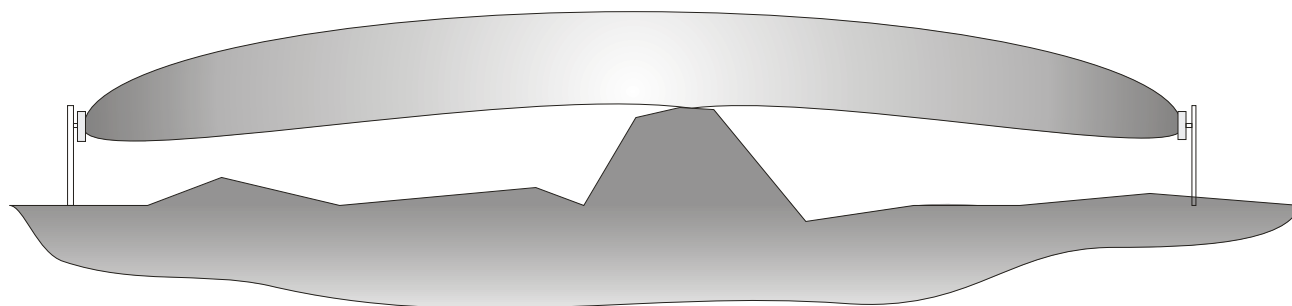

Рис. 10.1
10.1.1 Участок между БПРД и БПРМ изделия должен удовлетворять следующим требованиям: а) поверхность участка должна быть выровнена с точностью  $\pm 0,3$  м на отрезке рубежа, где зона обнаружения соприкасается с поверхностью земли. При больших положительных отклонениях верхние кромки препятствий могут образовывать достаточно мощные вторичные источники радиоволн или вообще экранировать БПРМ от БПРД (в отсутствии прямой видимости) и при наличии ослабленного сигнала соответственно уменьшается соотношение сигнал/помеха, что может приводить к снижению периода ложных тревог. На рис. 10.1 показан случай, когда высота препятствия достигает высоты условной осевой линии, проведенной через центры БПРД и БПРМ. Видно как искажается зона обнаружения, и образуются возможности для ее неконтролируемого пересечения в положении «согнувшись», да и любые изменения на